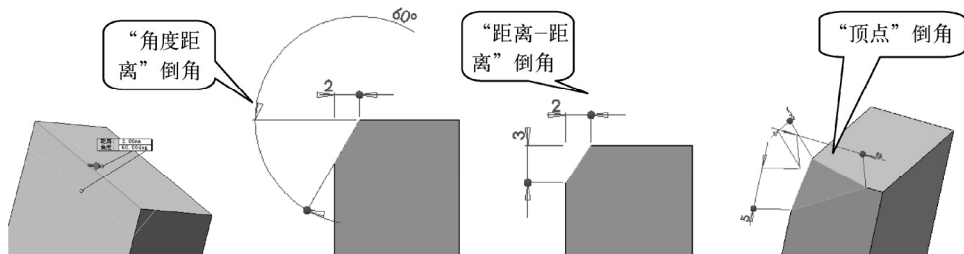

图 3-83 “倒角”的 3 种方式
下面看一下“倒角”各参数（见图 3-83）的意义，具体如下。
- **“角度距离”“距离-距离”和“顶点”**：这 3 个单选按钮用于设置倒角方式，其中“角度距离”和“距离-距离”方式通过选择一条边来进行倒角，“顶点”方式通过选择顶点来进行倒角，如图 3-83 所示。